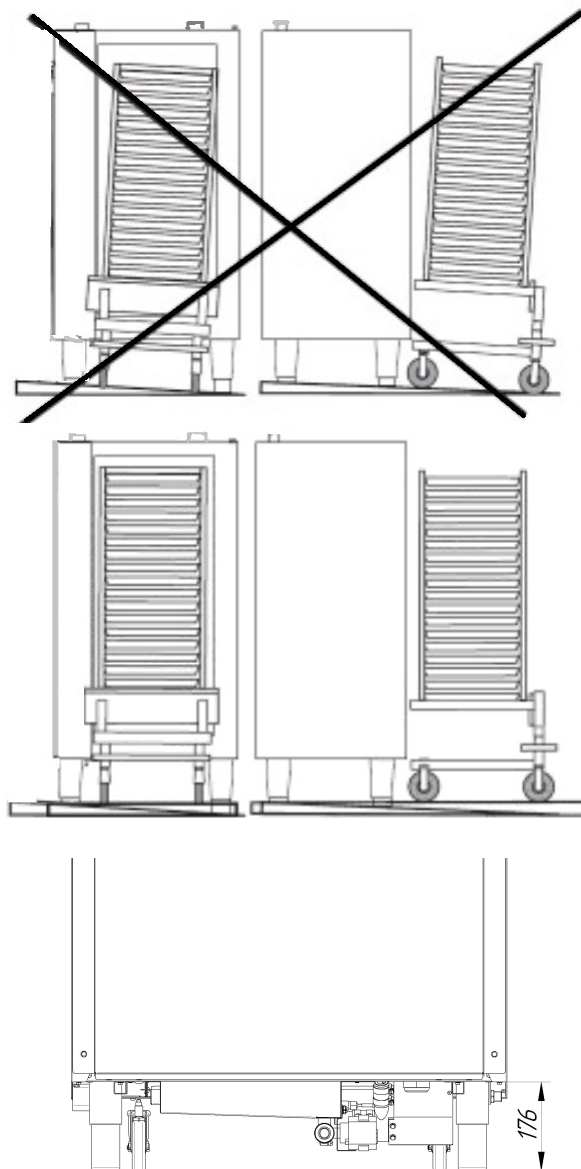

Рис. 3 Установка печи на пол
**Необходимо следить за тем, чтобы печь была установлена в горизонтальном положении (для этого предусмотрены регулировочные ножки). Высота проема от пола до печи должна быть не менее 176мм (см. рис. 3).**